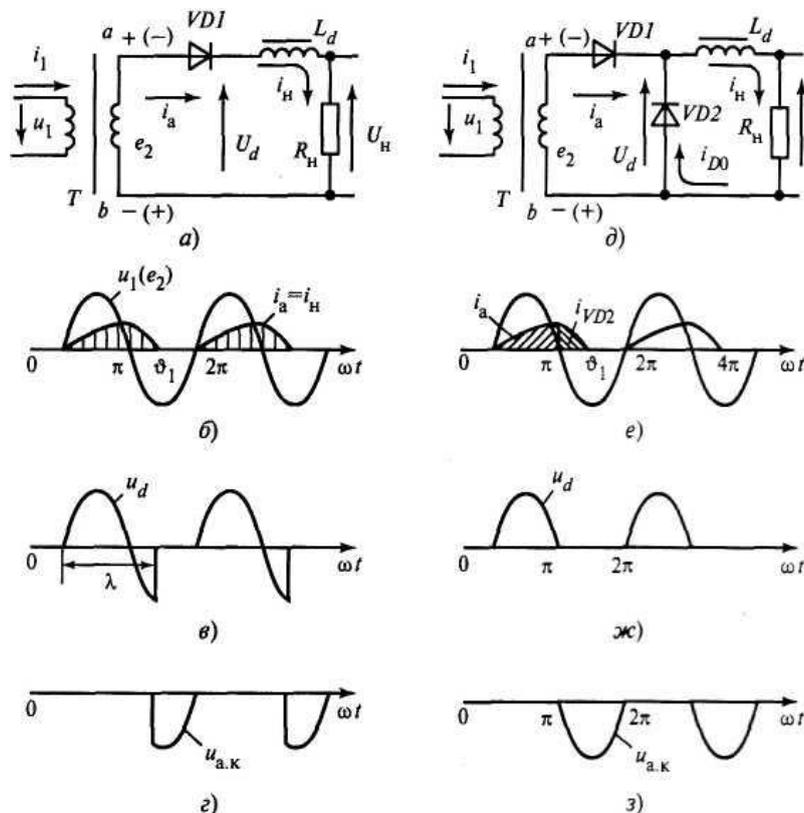

Рис. 4. Работа выпрямителя на активно-индуктивную нагрузку.
Принципиальная схема и временные диаграммы, иллюстрирующие работу схемы, показаны на рис. 4, а—з. При введении в нагрузку, кроме резистора  $R_H$ , реактора с индуктивностью  $L_d$  ток  $i_d = i_H$  будет определяться уравнением:
Вентиль пропускает ток на интервале  $\lambda > \pi$  (рис. 4,б), т.е. и при отрицательном напряжении на вторичной обмотке трансформатора. Это
объясняется тем, что в индуктивности  $L$  на интервале  $0—\pi$  запасается электромагнитная энергия. При уменьшении тока нагрузки на индуктивности возникает ЭДС самоиндукции такой полярности, что значение отрицательного потенциала катода вентиля становится больше отрицательного потенциала анода. Диод проводит ток до тех пор пока ток нагрузки не спадет до нуля, поэтому на выходе выпрямителя напряжение  $u_d$  изменяется по закону изменения напряжения на вторичной обмотке трансформатора  $e_2$  (рис. 4,в) в течение всего времени проводящего состояния диода, и на входе фильтра появляются участки отрицательного напряжения.
- на нагрузке возникают временные интервалы, в которых напряжение имеет отрицательный знак, что приводит к уменьшению среднего значения  $U_d$  (рис. 4,в);
- в кривой напряжения на вентиле (рис. 4,з) наблюдается скачок обратного напряжения. При протекании прямого тока на  $p-n$  переходе диода накапливается заряд, при скачке обратного напряжения возникает импульс обратного тока через диод. Это приводит к появлению перенапряжений на индуктивностях схемы, что может привести к выходу из строя диодов.
Эффективным способом исключения вышеназванных явлений является включение обратного (нулевого) диода  $VD2$  (рис. 4,д). На интервале  $0—\pi$  ток нагрузки протекает через диод  $VD1$ , диод  $VD2$  находится под обратным напряжением и ток не проводит. При  $\nu > \pi$  диод  $VD1$  запирается, ЭДС самоиндукции дросселя создает условия для отпираания диода  $VD2$  и энергия, накопленная в катушке индуктивности, отдается в нагрузку (рис. 4,е). В этом случае напряжение на выходе выпрямителя не имеет отрицательных участков, т.е. на выходе выпрямителя будет такое же значение напряжения, как и при активной нагрузке, а также на вентиле не будет бросков обратного напряжения (рис. 4,ж, з).